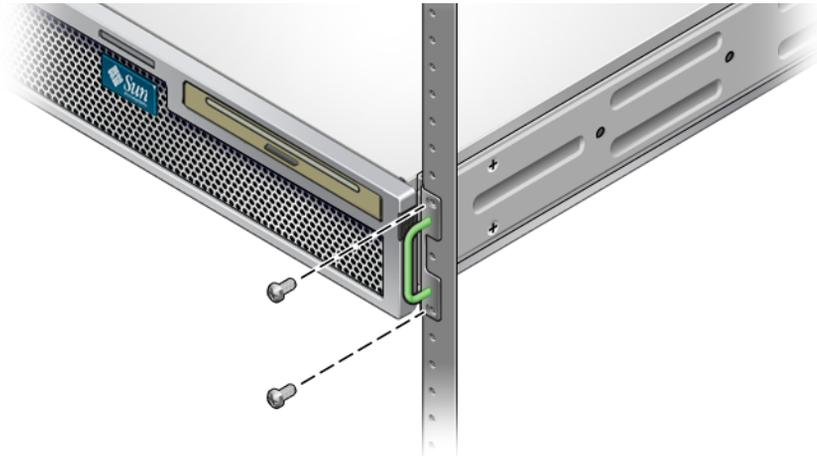

ABBILDUNG 3-4 Befestigen der Servervorderseite am Rack
7. Befestigen Sie die Vorderseite der Halterungen für die Festmontage, die an den Serverseiten angebracht sind, mit zwei Schrauben pro Seite an der Rack-Vorderseite (ABBILDUNG 3-4).